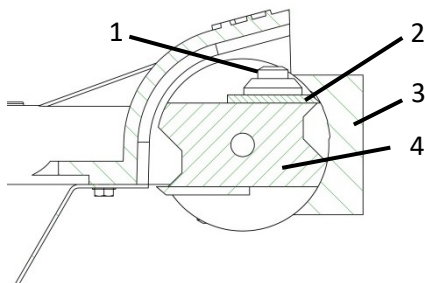

Bild 11: Ställa in kniv
- > Lossa knivskruven (**1** – bild 11).
- > Skjut kniven (**2** – bild 11) längst bak.
- > Lägg mätmallen (**3** – bild 11) på valsens (**4** – bild 11) på ett sådant sätt så att denna ligger an upptills och nedtills på valsens anliggningsytor.